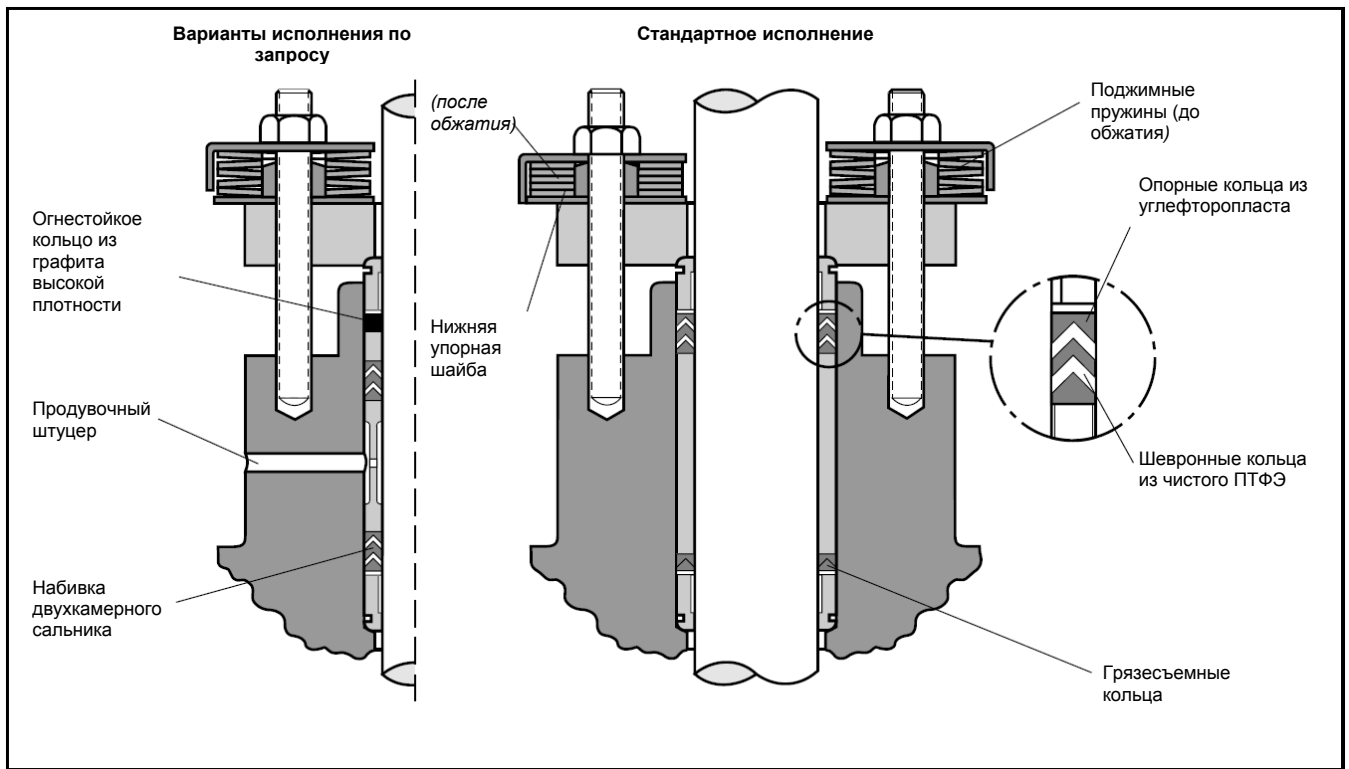

Рисунок 1: Сальник Valtek SafeGuard
Убедитесь в том, что поверхности проточки под сальник и штока находятся в удовлетворительном состоянии, а шток установлен в клапан в соответствии с инструкциями по монтажу, эксплуатации и обслуживанию. Установите набивку Valtek SafeGuard в соответствии с нижеследующими инструкциям (см. рис. 1).
6. Затем наденьте на болт нижнюю упорную шайбу, штампованную, с закругленными краями так, чтобы она лежала на крышке сальника. Наденьте на болт гильзу так, чтобы торец с фаской 30° был обращен вверх. Затем установите на гильзу первую тарельчатую пружину так, чтобы она касалась нижней упорной шайбы у внутреннего отверстия. После этого установите четыре тарельчатые пружины, попеременно поворачивая их. Последняя пружина должна касаться верхней упорной шайбы по наружному диаметру. (См. рис. 1).